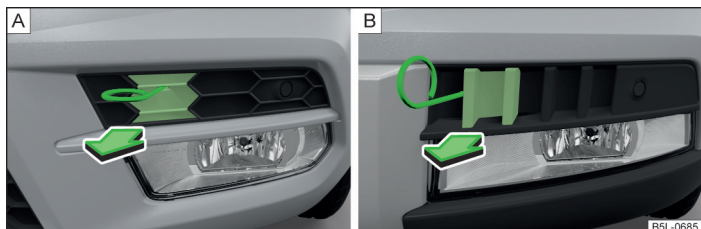

Fig. 198 Grilajul de protecție: Varianta 1 / varianta 2
- Desprindeți capacul din material plastic al grilajului de protecție în direcția săgeții » fig. 198 cu ajutorul etrierului pentru extragerea capacelor integrale de roți » pagina 227, Trusa de scule.
- Așezați capacul din material plastic și apăsați grilajul de protecție » fig. 198 la pagina 248²⁾.